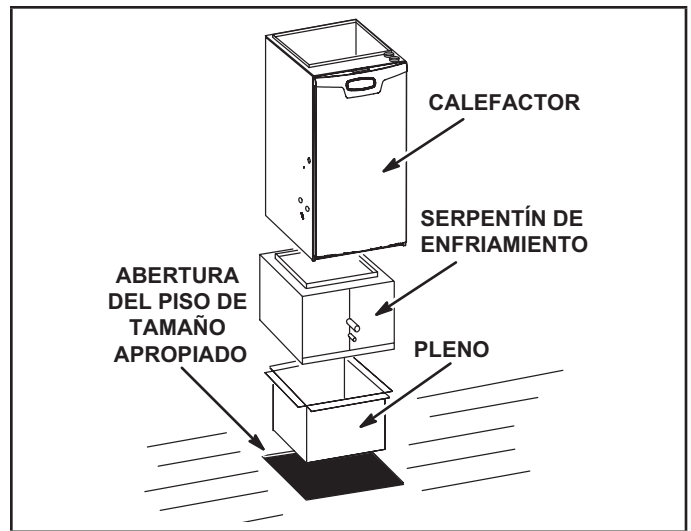

Figura 16
**Instalación en el gabinete del serpentín de enfriamiento, Figura 16**